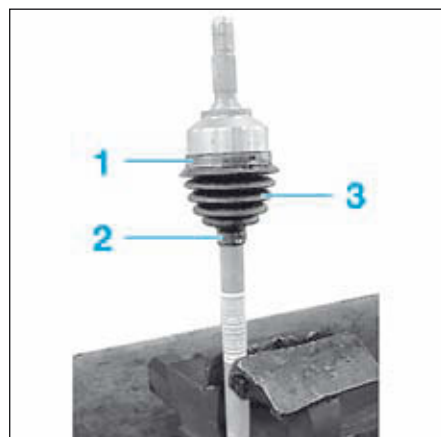

FIG.11
- les colliers de serrage (1) et (2) (Fig.11),
- le soufflet de transmission (3).